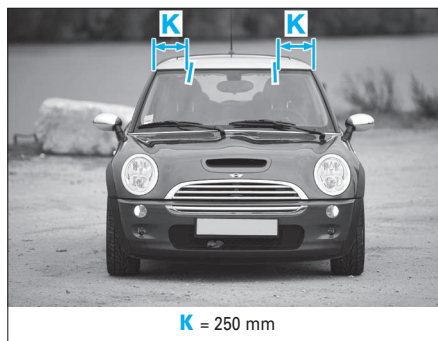

FIG. 52
- A l'aide de deux morceaux de ruban adhésif, apposer ces derniers comme indiqué (Fig.52).